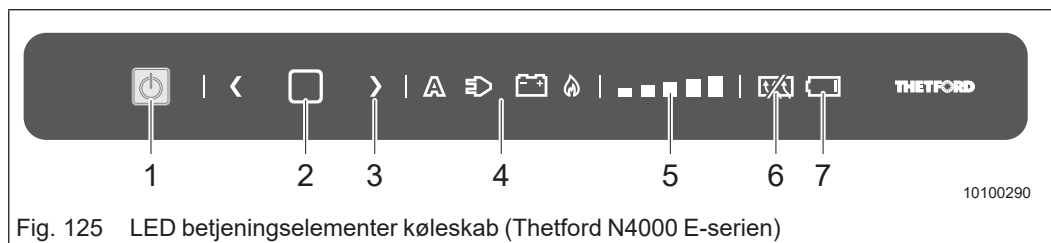

Fig. 125 LED betjeningslementer køleskab (Thetford N4000 E-serien)
- Tryk på "TIL/FRA" (Fig. 125/1) i 1 sekund.
- Tryk på bekræft-tasten (Fig. 125/2) i to sekunder, indtil energikildesymbolet begynder at blinke.
- Tryk på piletasterne (Fig. 125/3) for at vælge den ønskede energikilde.
- Tryk på piletasterne (Fig. 125/3) for at vælge det ønskede køleniveau.